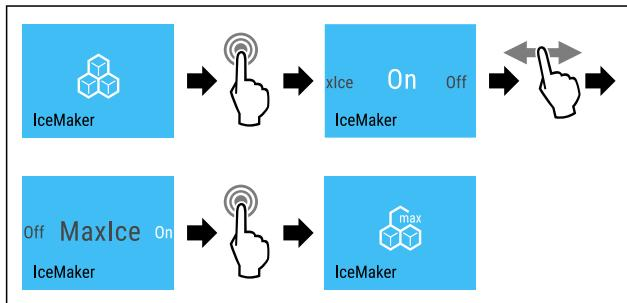

Fig. 18
- Провести етапи операцій (див. Fig. 18).